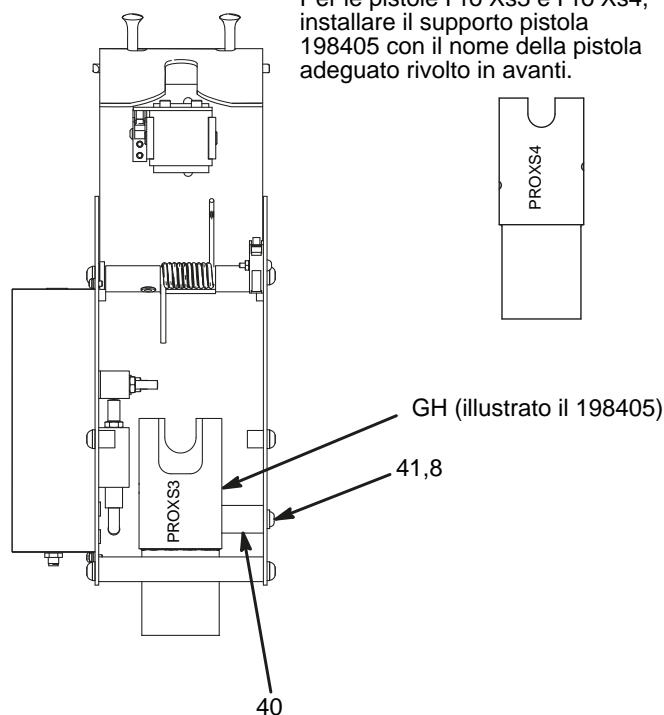
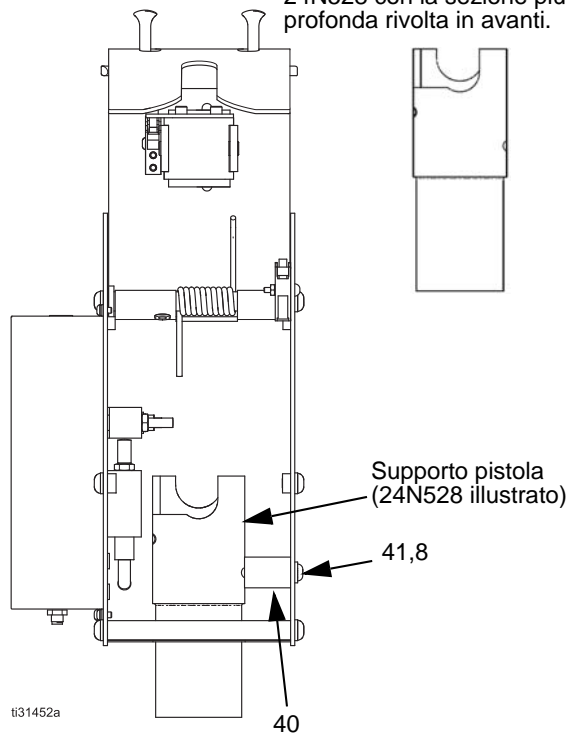

FIG. 4: Installazione del supporto pistola (pistole Pro Xs3 e Xs4)
FIG. 5: Installazione del supporto pistola (pistola Pro Xp 60 kV)
2. Rimuovere le due viti e rondelle (41, 8) che fissano la staffa di montaggio (40) sul lato destro del Gun Flush Box. Vedere FIG. 4 o FIG. 5.
3. Installare il supporto pistola (GH), allineando i fori di montaggio ai fori sulla staffa di montaggio (40) e sul lato del Gun Flush Box. Fissare con le viti e le rondelle (41, 8).